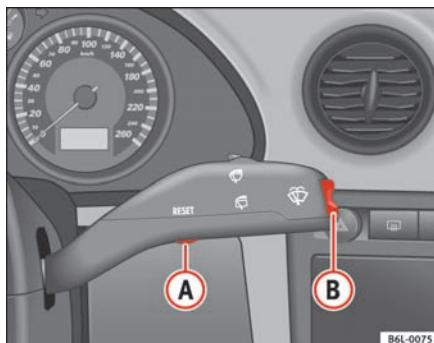

Fig. 34 Palanca del limpiador-lavacristales: tecla A y tecla basculante B
- Con el encendido conectado, pulse brevemente la tecla **➔ página 59, fig. 34 A** de la palanca del limpiacristales para cambiar de una memoria a otra.